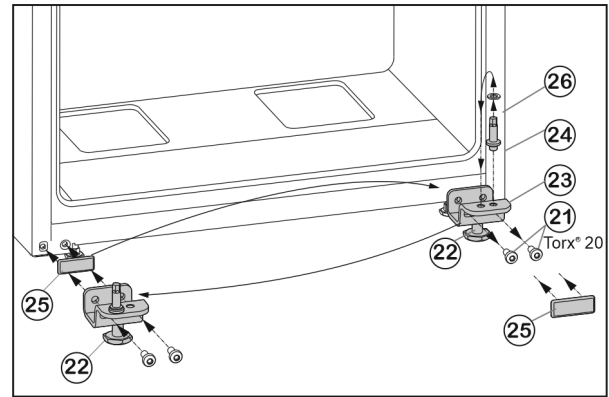

Fig. 9
- ▶ Desatornillar los tornillos de sujeción Fig. 9 (21).
- ▶ Retirar soporte de rodamiento inferior Fig. 9 (23) por completo con pivote roscado Fig. 9 (24), arandela Fig. 9 (26) y pie de ajuste Fig. 9 (22).
- ▶ Desenroscar el pivote roscado Fig. 9 (24) por completo con la arandela Fig. 9 (26), colóquelo en el orificio de sujeción más adelante del soporte de rodamiento y vuélvalo a enroscar.
- ▶ Retirar con cuidado la placa de recubrimiento Fig. 9 (25) y colocarla en el lado opuesto.
- ▶ Atornillar el soporte de rodamiento inferior Fig. 9 (23) por completo con el pivote roscado Fig. 9 (24), la arandela Fig. 9 (26) y el pie de ajuste Fig. 9 (22) en el nuevo lado de las bisagras con ayuda del destornillador eléctrico (con 4 Nm).
- ▶ Colocar la puerta desde arriba en el pivote roscado Fig. 9 (24).
- ▶ Desenroscar el pie de ajuste Fig. 9 (22) del apoyo inferior Fig. 9 (23) hasta que se pose en el suelo.